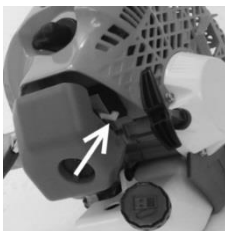

Рисунок 9
**4.1.3** Рычаг воздушной заслонки переведите вверх, в положение «ХОЛОДНЫЙ ЗАПУСК» (рис.9).